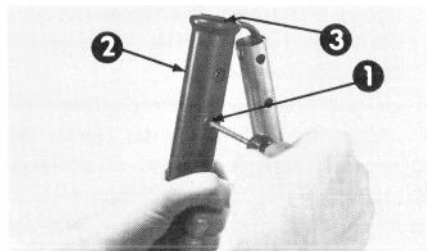

Abbildung 2
3. Griffschraube und Plastikmutter vom mittleren Griff entfernen (Abb. 2).